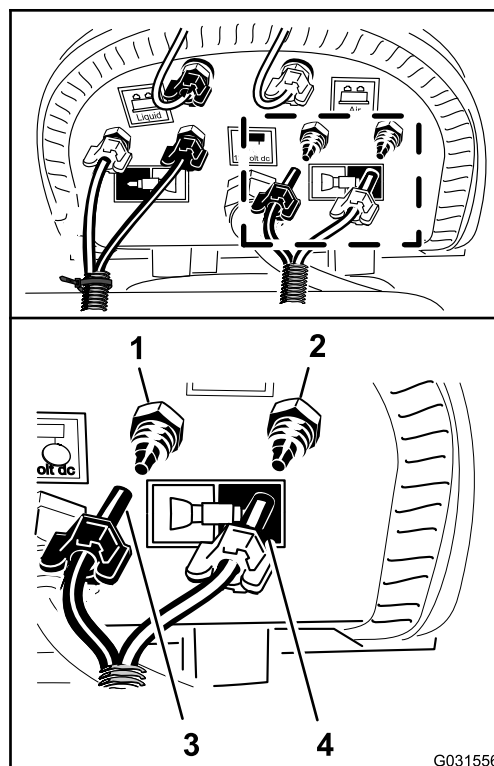

Bild 214
7. Schließen Sie den nicht beschrifteten Schlauch (kein Kabelbinder) an; fluchten Sie hierfür den blauen Schlauch für den linken Auslegerabschnitt auf dem Druckanschlussstück für den Wasserkreislauf für den linken Auslegerabschnitt aus (**Bild 214**).
8. Befestigen Sie die Druckmutter für den Schlauch auf dem Anschlussstück und ziehen die Mutter mit der Hand an (**Bild 214**).
9. Fluchten Sie den durchsichtigen Schlauch für den linken Auslegerabschnitt auf dem Druckanschlussstück für den Luftkreislauf für den linken Auslegerabschnitt aus (**Bild 214**).
10. Befestigen Sie die Druckmutter für den Schlauch auf dem Anschlussstück und ziehen die Mutter mit der Hand an (**Bild 214**).